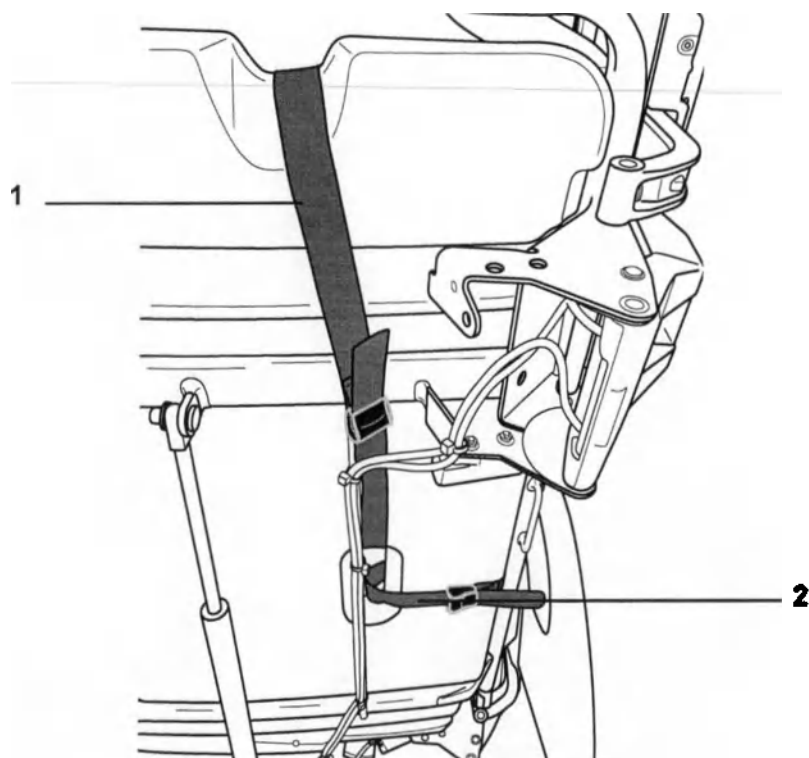

Рис. 9. Присоедините ремешки матраса к подвижной секции каркаса
7. Вставьте ремешки 1 и 2 в отверстие в секции спины и стяните вместе, как показано на рис. 9. Застегните ремешки. Оберните оба конца ремня 3 вокруг поперечного элемента каркаса и застегните ремешок. Повторите действия на другой стороне матраса.